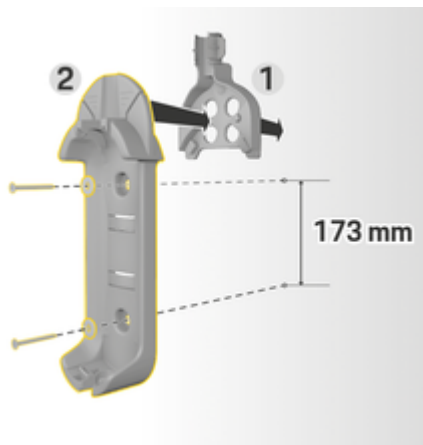

Fig. 94: Medidas de taladrado
3. Presione la base de soporte de pared **2** (Fig. 94) dentro de la guía de cables **1** (Fig. 94) desde delante.